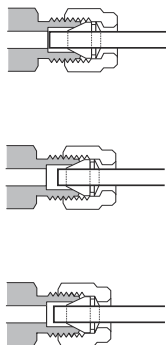

图 13 完成的接头
- 10 图 13 中显示了正确套接的连接和不正确套接的连接。请注意，正确套接的接头中的管线的一端没有破碎，且不会与密封垫圈的操作发生干扰。